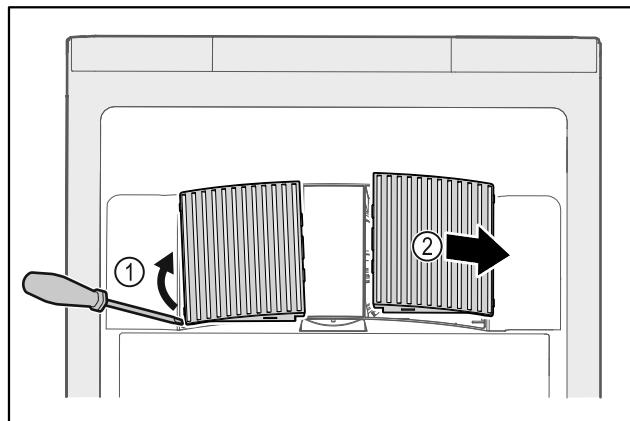

Fig. 171
- ▶ Ostrożnie podważyć ostony wentylatora z boku Fig. 171 (1) i zdjąć do przodu Fig. 171 (2).